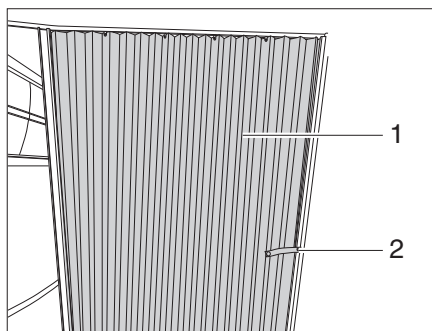

Fig. 78 Cortina plegable
- Soltar la cinta de seguridad (Fig. 78,2).
- Tirar la cortina plegable (Fig. 78,1) a la posición de cierre.
- Dirigir la cortina plegable (Fig. 78,1) a la posición de apertura.
- Fijar la cortina plegable con la cinta de seguridad (Fig. 78,2).